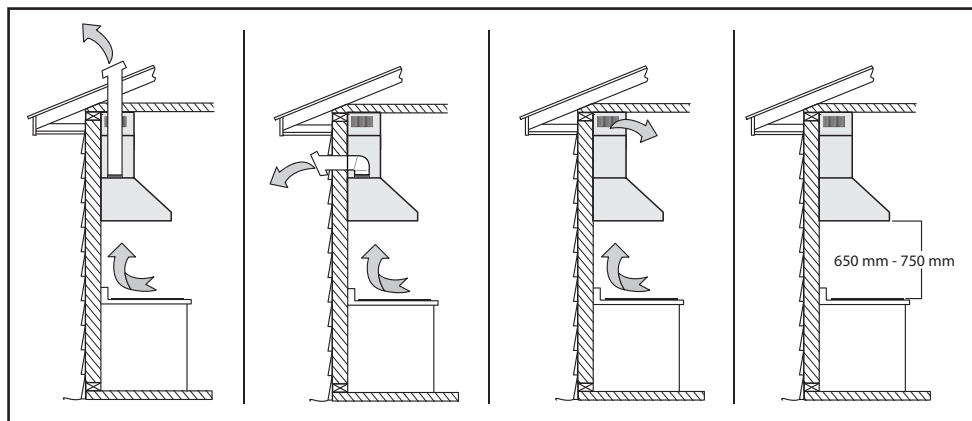

Fig.3
- La distanza minima tra la superficie di appoggio per le pentole sul piano di cottura e la parte più bassa della cappa. Quando la cappa è installata sopra un piano di cottura a gas, questa distanza deve essere di almeno 650 mm (Fig.3). Se le istruzioni per l'installazione del piano di cottura a gas specificano una distanza maggiore, deve essere preso in considerazione. La distanza di 650 mm può essere ridotta per: parti non combustibili di cappe, e parti funzionanti a bassissima tensione di sicurezza, purché queste parti non diano accesso alle parti in tensione nel caso in cui siano deformati (IEC 60335-2-31, A2).